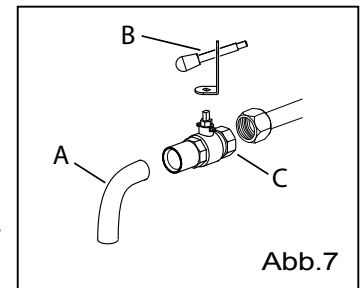

Abb.7
- Die Abflussleitung abmontieren (Abb. 7/A)
- Das Ölablasssystem aufschrauben (Abb. 7/B)
- Das Ventil abmontieren (Abb. 7/C)